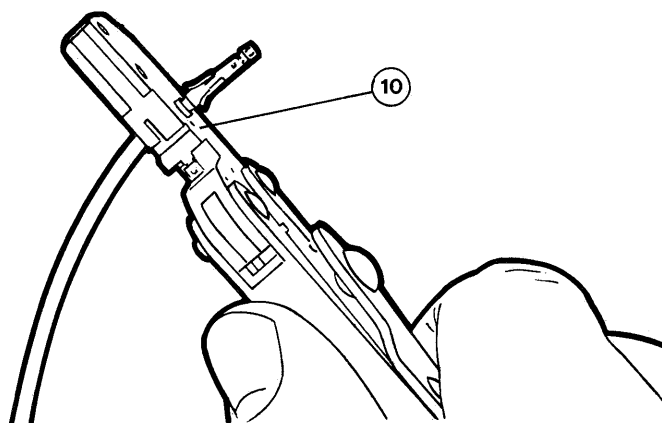
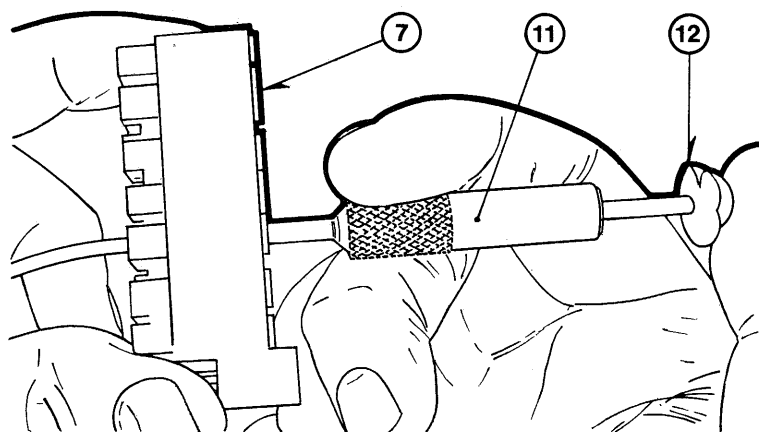
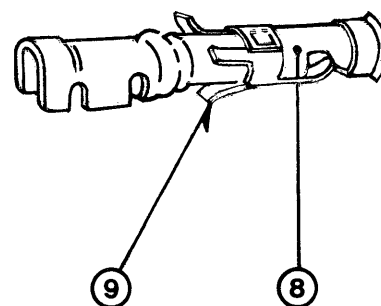

Fig. 36a
Fig. 36b
Fig. 36c
- montare la squadretta (1) completa di spina (6) sull'interruttore inserendo l'appendice (2) nelle apposite cave della scatola, fissandola con la vite (3)
- inserire i cavetti (4) negli alveoli elastici (5), come indicato in figura e fissarli alla fiancata dell'interruttore con nastro adesivo sulle due facce come indicato in figura
- inserire quindi i cavetti nella spina (6) avendo cura di far corrispondere ogni cavetto al rispettivo foro della presa contraddistinta dallo stesso numero.
Per collegare i circuiti ausiliari alla presa (7) occorre disporre della pinza aggraffacavi (di costruzione AMP) modello N° 576.760 (fig. 36a) e dell'attrezzo di estrazione modello N° 150.807 (fig. 36b). Detti attrezzi possono essere richiesti alla SACE (oppure direttamente alla AMP ITALIA S.p.A. Collegno - TO).
- Secure the support (1) with plug (6) to the breaker, by introducing the end (2) into proper slots, with screw (3).
- lead cables (4) into pieces (5) as shown on the figure and secure them to the side breaker by means of a sticky on both sides tape, as shown on the figure
- connect the cables to plug (6) according to relevant marked numbers.
To connect the auxiliary circuits to the socket (7) special pliers (fig. 36a) and tool (fig. 36b) AMP make n. 576,760 and n. 150,807 respectively, or similar, are necessary; both pliers and tool may be requested of SACE or AMP inc. Harrisburg, Pa U.S.A..
- e) sistemare il terminale a tubetto (8) (fig. 36c) nella pinza aggraffacavi (fig. 36a); inserire da sinistra l'estremità del cavetto liberata dall'isolante per una lunghezza di circa 1 cm.
- f) serrare a fondo la pinza (10)
- g) inserire quindi da sinistra nella base della presa (7) il terminale completo di cavetto fino a che le alette (9) si sono incastrate nelle rispettive sedi
- h) qualora risultasse necessaria l'estrazione nel terminale, si utilizzi l'attrezzo (11) operando nel modo seguente :
- inserire a fondo da destra l'attrezzo nell'alloggiamento del terminale da estrarre (l'attrezzo deve liberare le alette (9) dalle rispettive sedi)
- spingere il pistone (12) verso sinistra fino a provocare l'espulsione del terminale interessato.
- e) fit the tubular terminal (8) (fig. 36c) into the pliers (36a) and insert from the left the cable end, 1 cm. stripped
- f) grip the pliers (10)
- g) introduce from the left the tubular terminal into the base of socket (7) till the tongues (9) enter their seats
- h) should it be necessary to extract a terminal, use tool (11) as instructed below :
- insert from the right the tool into the terminal seat (the tool must free the tongues (9) from their seats)
- push the piston (12) leftwards till the terminal is released